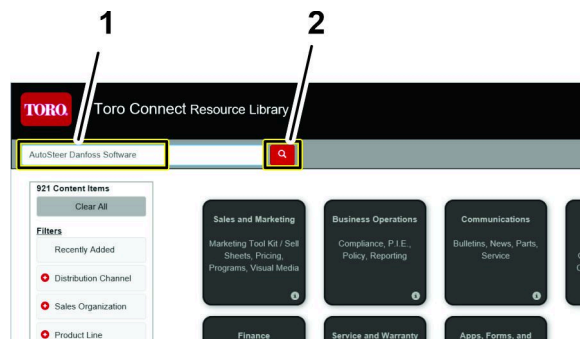

図 15
3. ライブラリ Web ページで、検索語入力テキストボックスにAUTOSTEERと入力し、検索ボタン (図 15) を左クリックする。